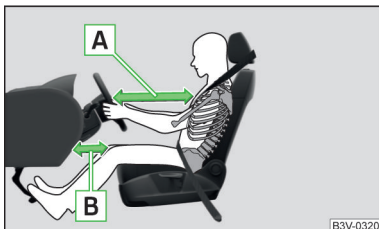

Fig. 22
■ Atât pentru șofer cât și pentru pasagerul față este important să păstreze o distanță de aproximativ 25 cm față de volan, respectiv de planșa de bord » fig. 22 - [A]. Dacă nu se respectă această distanță, sistemul airbag nu își poate exercita eficiența maximă – pericol de moarte! Scaunele din față și tetierele trebuie să fie întotdeauna reglate în funcție de mărimea corpului.
■ Reglați longitudinal scaunul șoferului în așa fel, încât distanța de la picioarele la planșa de bord să fie de minim 6 cm în zona airbagului pentru genunchi » fig. 22 - [B]. Dacă, din rațiuni de mărime corporală, nu este posibil să se îndeplinească această condiție, adresați-vă unei unități service specializate.